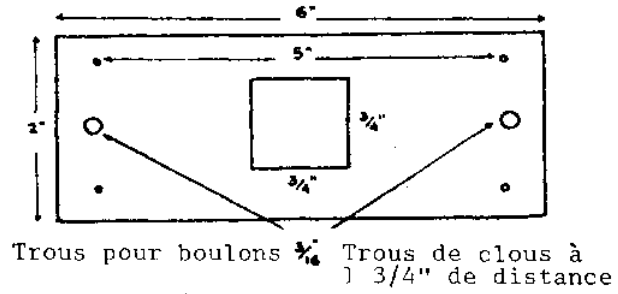

FIG. 7
16. Avec un clou très fin de 1 1/2" en guise de mèche, forez quatre trous dans la platine comme le montre la fig.7.
17. Avec une mèche de 3/16", forez maintenant deux trous aux endroits indiqués à la fig.7.